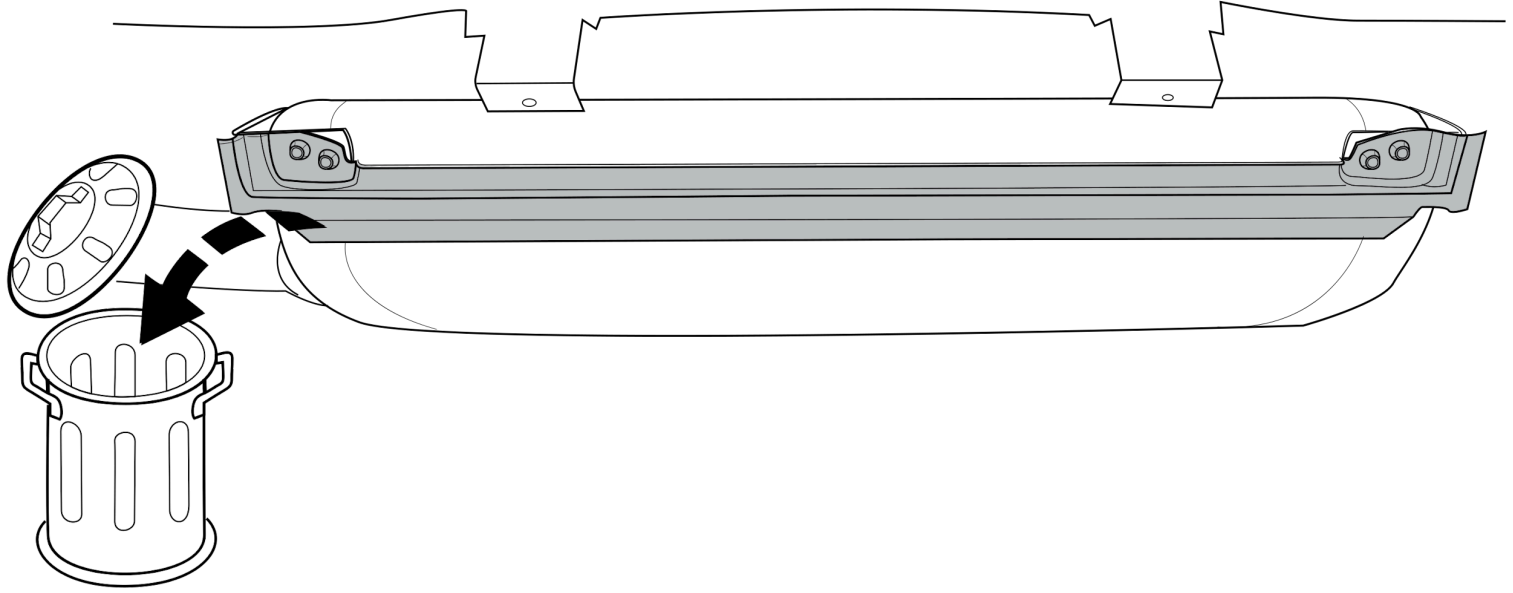

Fig. 2
3. E-Power: Снять указанные детали. См. рисунок 2.